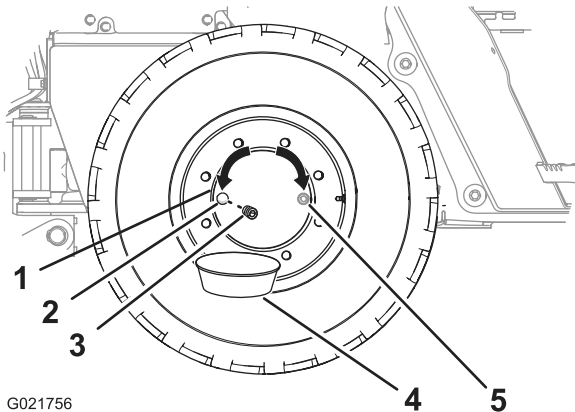

Bild 89
2. Bewegen Sie die Maschine vorwärts oder rückwärts, bis die Schraube für die Radnabe entweder auf 3 Uhr oder 9 Uhr steht (Bild 89).
4. Stellen Sie eine Auffangwanne unter die Ablassschraube in der Radnabe (Bild 89).
5. Nehmen Sie die Schraube aus der Radnabe (Bild 89).
6. Der Ölstand sollte an der Unterseite des Gewindes der Ölöffnung sein (Bild 89).
8. Setzen Sie die Schraube in die Ölöffnung der Radnabe ein (Bild 89).